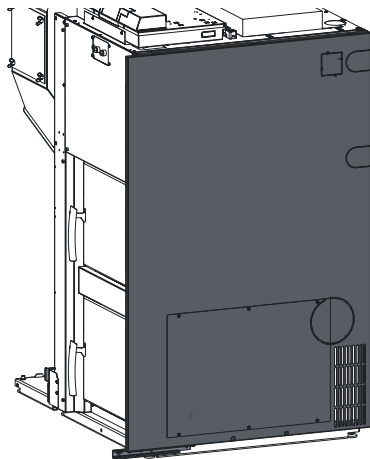

Fig. 65 Agganciare la parete laterale destra
- Posizionare la parete laterale destra in basso sulla base nella sagomatura e agganciarla nelle chiusure a baionetta sul retro della parete posteriore – Fig. 65.